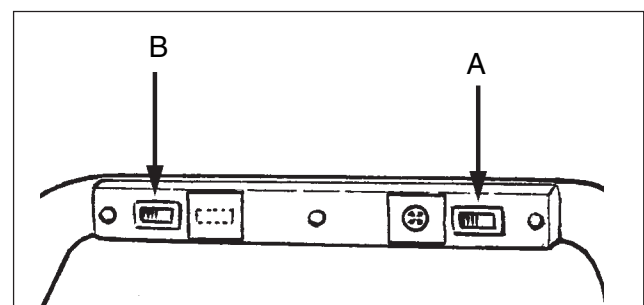

Figure 4
4. Mettez l'interrupteur de l'aspirateur sur « ON » (interrupteur basculant, situé à la droite de l'opérateur, figure 4, A).
5. Mettez l'interrupteur de la brosse sur « ON » (interrupteur basculant, situé à la gauche de l'opérateur, figure 4, B).